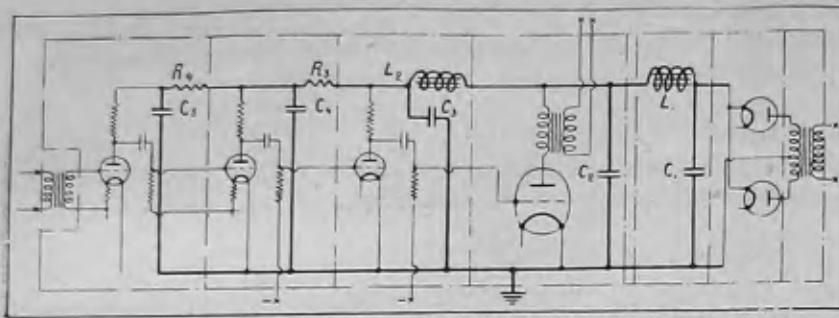

Рис. 3. Вариант фильтра с сопротивлениями в последних ячейках
3) Дроссели L_3 и L_4 могут быть с успехом заменены сопротивлениями по несколько десятков тысяч Ω . В дешевых установках сопротивления могут быть металлическими (рис. 3).